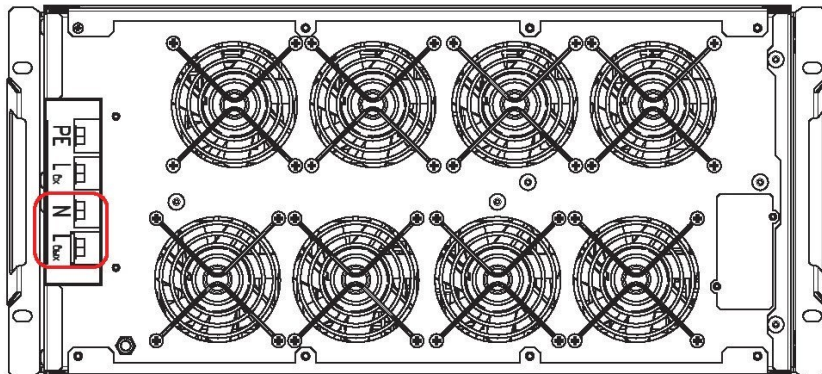

Рисунок 30. Стабилизатор Штиль IS12000RT, IS15000RT и IS20000RT. Выводы «N-Lвых»
- у моделей IS12000RT, IS15000RT и IS20000RT к выводам «N-Лвых» (**рисунок 30**).